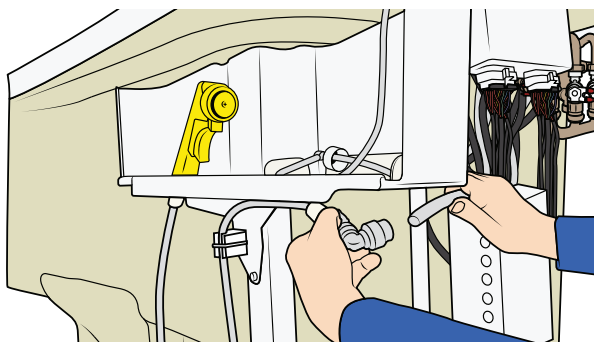

Figure 32
14. Déconnectez le raccord rapide. Voir Figure 32.